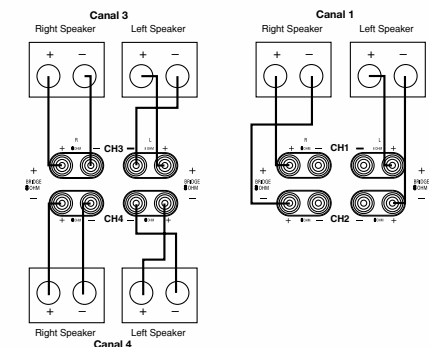

Figure 2
Pour obtenir cette configuration, connectez la section appropriée comme montré en Figure 2. Utilisez ici les repères Bridge 1 (connexions dans
Les deux paires d'enceintes restantes se relient aux Canaux 3 et 4 comme montré en Figure 2, en utilisant le repérage normal.
- Reliez la source destinée aux deux premières paires d'enceintes, l'une à grande puissance l'autre à moindre puissance, aux prises **d'entrée Ampli principales ①**. Connectez la paire d'enceintes grande puissance au bornier repéré Bridge 1, comme montré en Figure 2 (connexions dans le plan vertical) qui prévalent sur les repères standard de polarités (connexions dans le plan horizontal) qui ne DOIVENT PAS être utilisées ici.